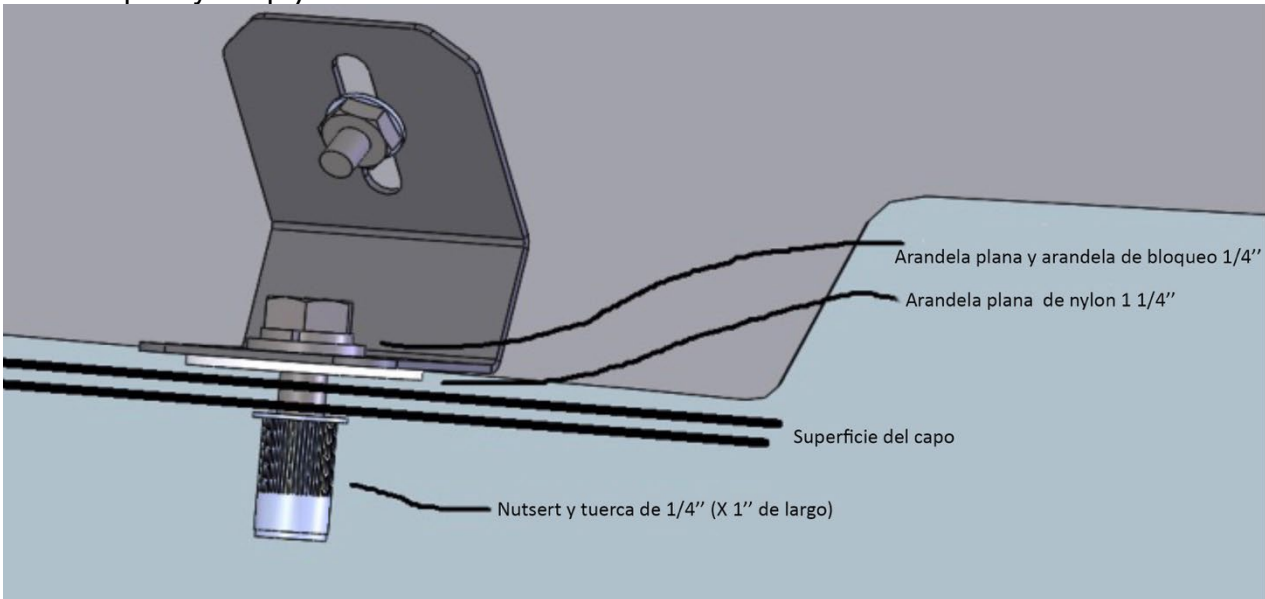

Figura 3: Accesorios para sujetar los soportes interiores
38. Coloque el deflector de insectos de nuevo sobre el capo y instale temporalmente los soportes interiores con tornillos de 1/4", como se muestra en la Figura 3. (tornillo hex 1/4-20x1" con arandela de bloqueo y arandela plana, y una arandela de nylon entre el soporte y el capo)